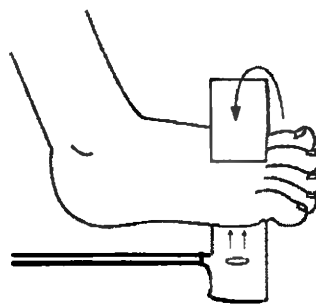

Рис. 3
- 3) Обернуть ногу клейким/пористым бинтом и убедиться, что окно излучателя (красная звезда) расположено прямо напротив детектора (см. Рис. 3). Необходимо обеспечить правильное выравнивание окон детектора и излучателя при прикреплении клейкого/пористого бинта для фиксации датчика.